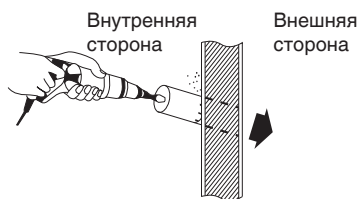

Рис. 3-4
(4) Выполните отверстие в стене с помощью ножовки, кольцевой пилы или насадки для вырезания отверстия. (Рис. 3-4)